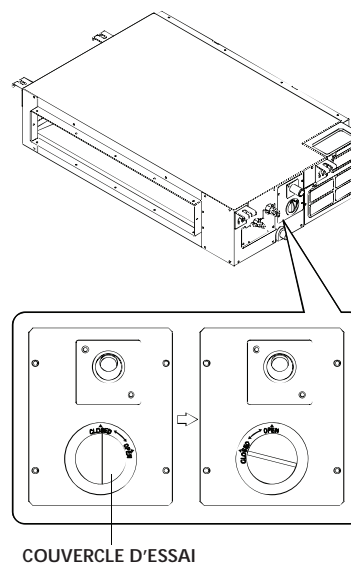

Fig. 38 – Contrôle d'étanchéité des coudes et des raccords
1. Retirez le couvercle d'essai en le tournant dans le sens antihoraire (voir la figure 38).